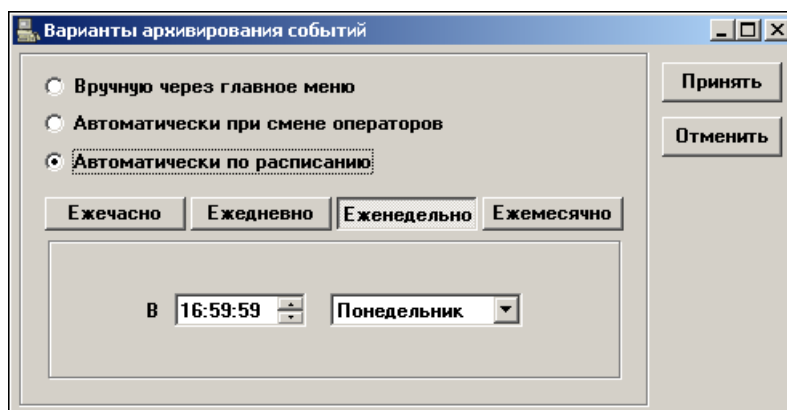

Рисунок 24.
- еженедельно в определённый день недели в определённое время (рисунок 24),